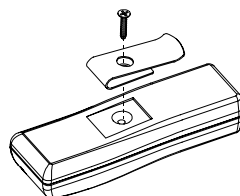

Figura 4. Abriendo la carcasa
- Abra la carcasa, quitando el tornillo y el clip para el cinturón en la parte trasera del equipo (ver Figura 4).
- A. Cierre la carcasa, coloque el clip para el cinturón en su lugar y vuelva a colocar el tornillo (ver Figura 4).